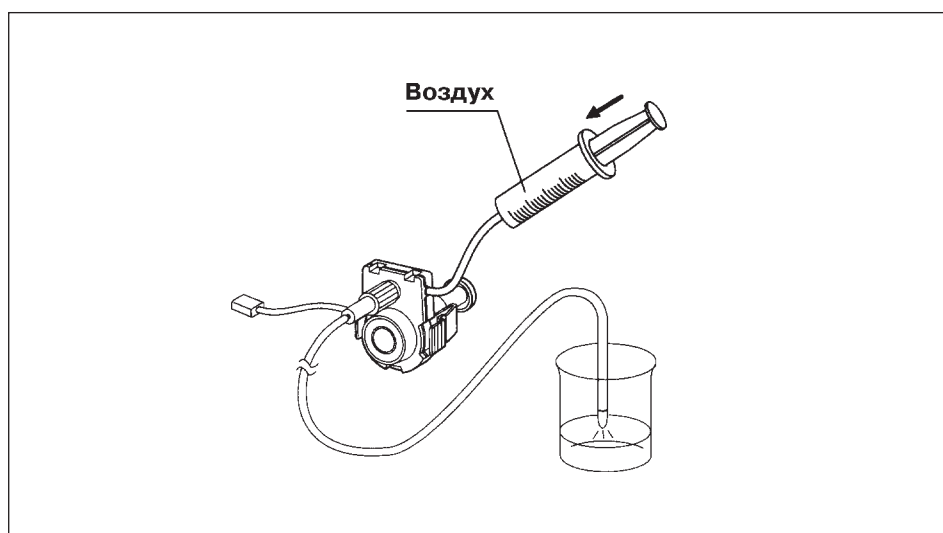

Рис. 6.8
6. Полностью удалите дезинфицирующий раствор из внутреннего просвета ЗОНДА (или Трубки), с помощью введения шприцем воздуха (См. рис. 6.8).